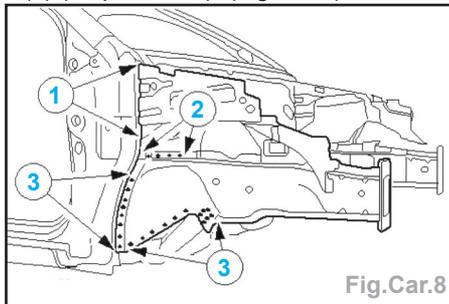

Fig.Car.8
- Découpage (1) du longeron et de la joue d'aile, fraiser les points de soudure (3) et (2) (2 épaisseurs) (Fig.Car.8).